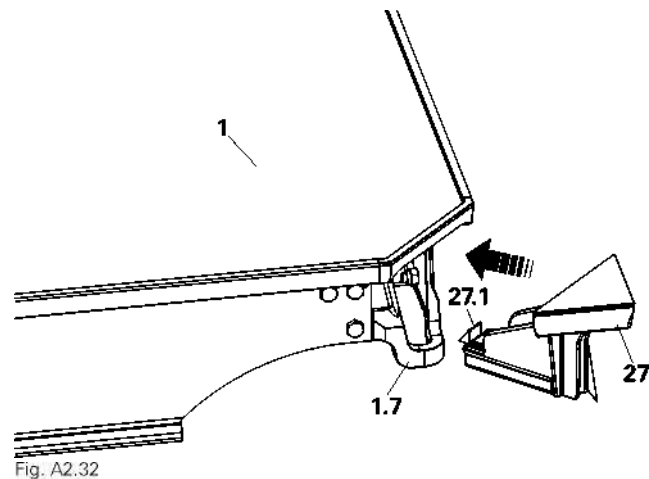

Fig. A2.32
1. Instalar o inserto de canto AD (27) pelo elemento do canto (1.7) do painel (1). (Fig. A2.32)